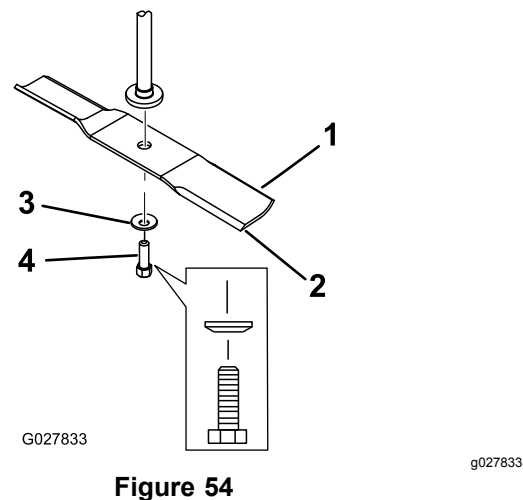

Figure 54
2. Enlevez le boulon, la rondelle bombée et la lame de l'axe (Figure 54).
1. Placez la lame sur l'axe (Figure 54).
2. Posez la rondelle bombée (face concave vers la lame) et le boulon de lame (Figure 54).